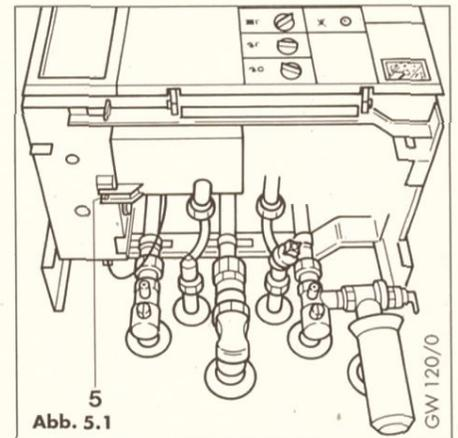
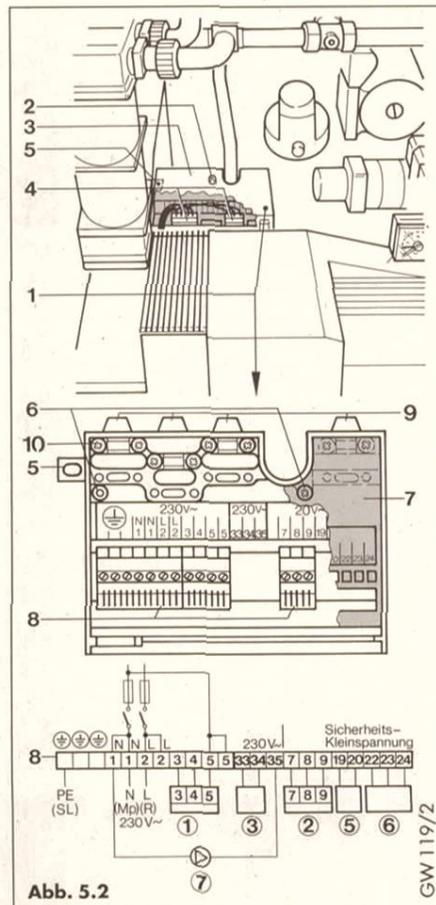

Abb. 5.1
Abb. 5.2
Netzanschluß des Gerätes und Anschluß von externen Regelgeräten im Anschlußkasten (1, Abb. 5.2 und 5.3) vornehmen.
- Schraube (2) lösen und Deckel (3) abnehmen (Abb. 5.2).
- Die drei Stecker (4) abziehen.
- Anschlußkastenbefestigung (5) an Geräteunterseite lösen und Anschlußkasten herausnehmen (Abb. 5.1).
- Schrauben (6) lösen und innere Abdeckung (7) abnehmen (Abb. 5.2).
- Innere Abdeckung (7, Abb. 5.2) wieder befestigen und falls Geräteinstallation nicht unmittelbar vorgenommen wird, Deckel (3) aufsetzen und mit Schraube (2) festschrauben.
- Nach erfolgter Geräteinstallation Anschlußkasten von unten in Gerät einbauen, und von Geräteunterseite mit der Befestigung (5) anschrauben.
- Die drei Stecker (4, Abb. 5.2) wieder einstecken (Hauptschalter muß auf „0“ stehen!).
- Deckel (3) aufsetzen und mit Schraube (2) festschrauben.
Legende zu Abb. 5.1 bis 5.3